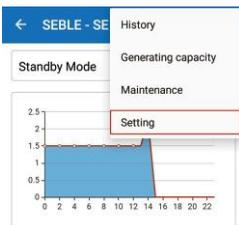

Figura 5.21 Configuración en la página de inicio de la aplicación
Paso 2 Haga clic en la clave de ampliación y seleccione «Configuración» en el menú desplegable, tal como se muestra en la figura 5.21.